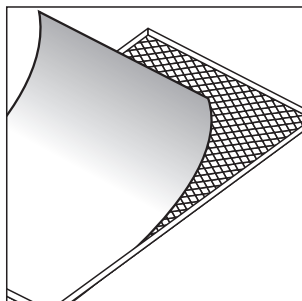

FIGURE 8
3. TC615*i* model: Before spray painting the grille, carefully remove the grille's fabric scrim by peeling it away from the inside of the grille [figure 8]. Place this on a clean, flat surface where it will not get wrinkled.
3. Modèle TC615*i*: avant de vaporiser la grille, retirez la toile qui revêt l'intérieur de la grille [figure 8]; placez-la sur une surface propre et plate pour qu'elle ne se froisse pas.